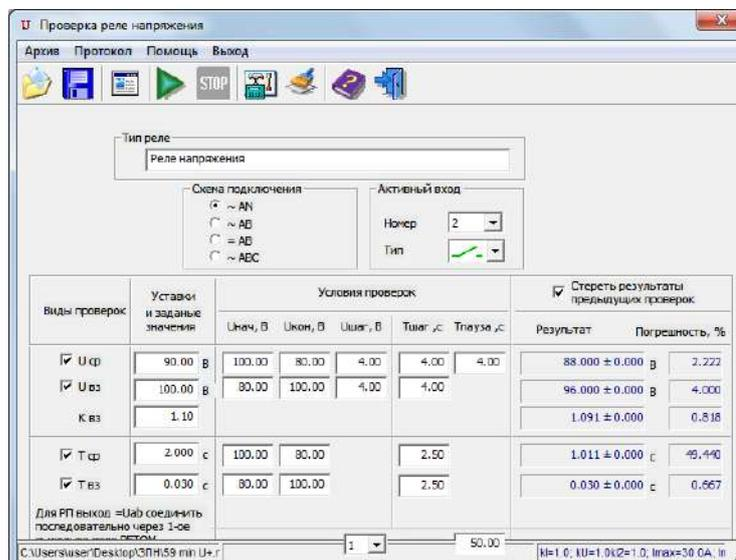

Рисунок 3.14 – Окно «Проверка реле напряжения»
16. Провести проверку реле в автоматическом режиме, для этого необходимо выбрать ярлык «Проверка реле напряжения» в окне программы «РЕТОМ61.exe» (рис. 3.14).
- Текстовые поля программы заполнить в соответствии с изображениями на рис. 3.14 и 3.15.